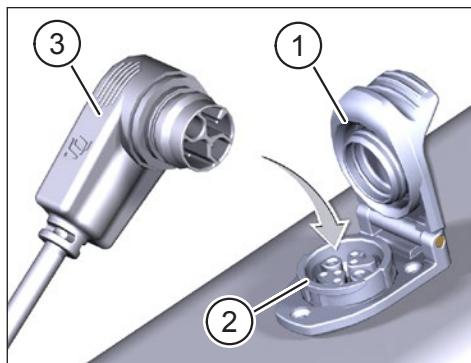

Fig. 2: Chargement de la Battery intégrée
- ▶ Soulevez le couvercle (élément 1 Fig. 2) du port de chargement (élément 2 Fig. 2) dans le cadre du vélo.
- ▶ Orientez la fiche du Charger (élément. 3 Fig. 2) de manière à ce que les codes de la fiche et du port de chargement coïncident (voir Fig. 2).